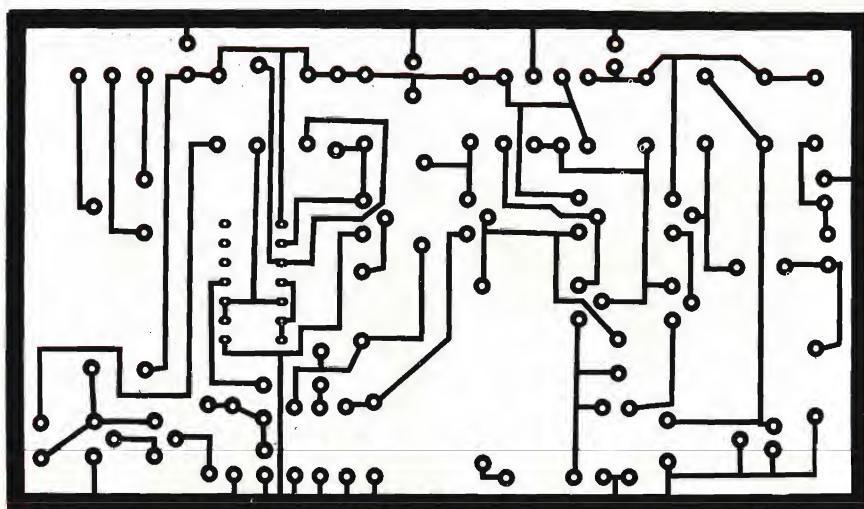
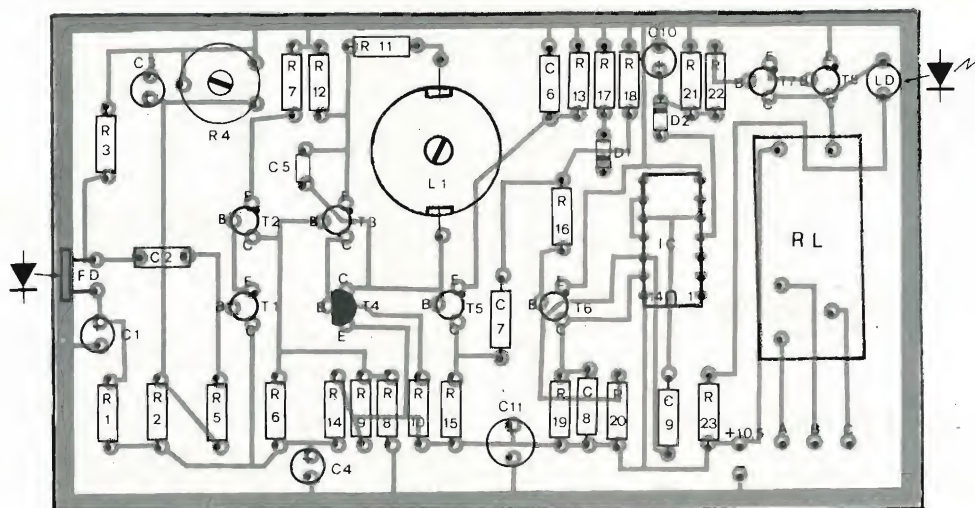

Fig. 5 - Lato rame del circuito stampato della sezione ricevente in scala 1 : 1.
Fig. 6 - Disposizione dei componenti sulla basetta relativa al ricevitore.
In fig. 5, viene illustrato il disegno serigrafico del circuito stampato, del ricevitore visto dal lato componenti, mentre in fig. 6, troviamo il circuito stampato, in scala 1 : 1, visto dal lato rame. È consigliabile iniziare il montaggio di tutti i resistori, vale a dire, R1, R2, R3, R5, R6... R23, del trimmer R4, dei condensatori C2, C5, C6, C7, C8, C9, dei condensatori elettrolitici, C1, C3, C4, C10, C11, dei diodi, D1, D2 (rispettandone naturalmente la polarità) dei transistori, T1...T8, facendo attenzione a non confondere i terminali (E-B-C). Il circuito oscillante L1 (induttanza 11 mH), lo zoccolo di IC1, il relè (RL), il diodo Led LD e il fotodiodo ricevente FD chiuderanno la serie dei componenti da montare. Il fotodiodo va saldato senza surriscaldarlo, per evitare un eventuale danneggiamento e va posizionato con polarità corretta.